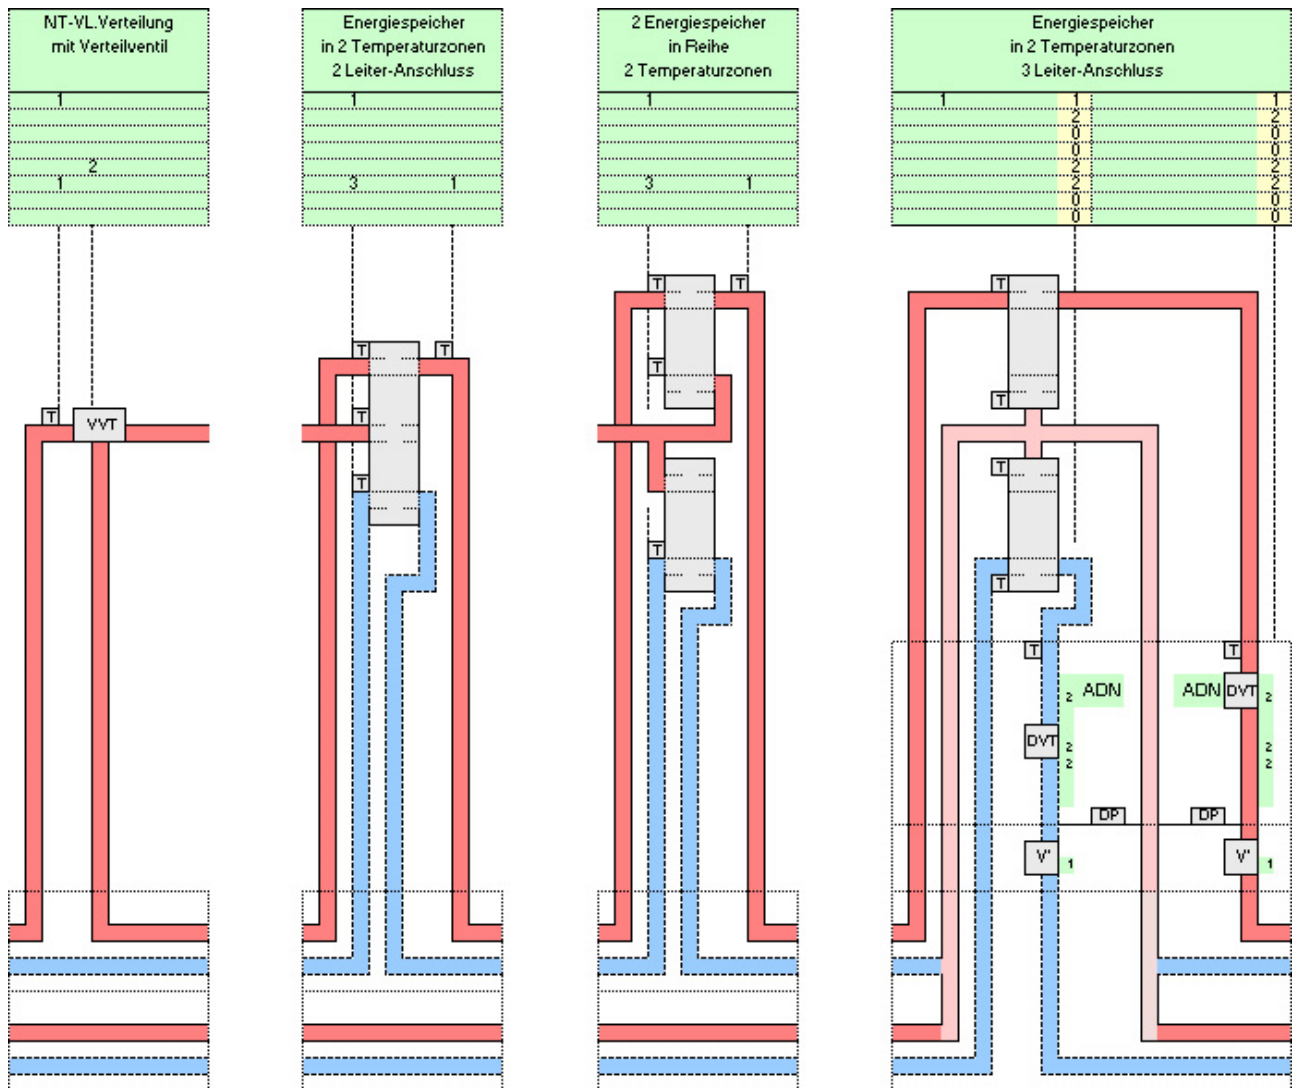

Bild 20
20. Vorlaufverteilung zur Bildung einer weiteren Temperaturzone (VLV) (Bild 20)